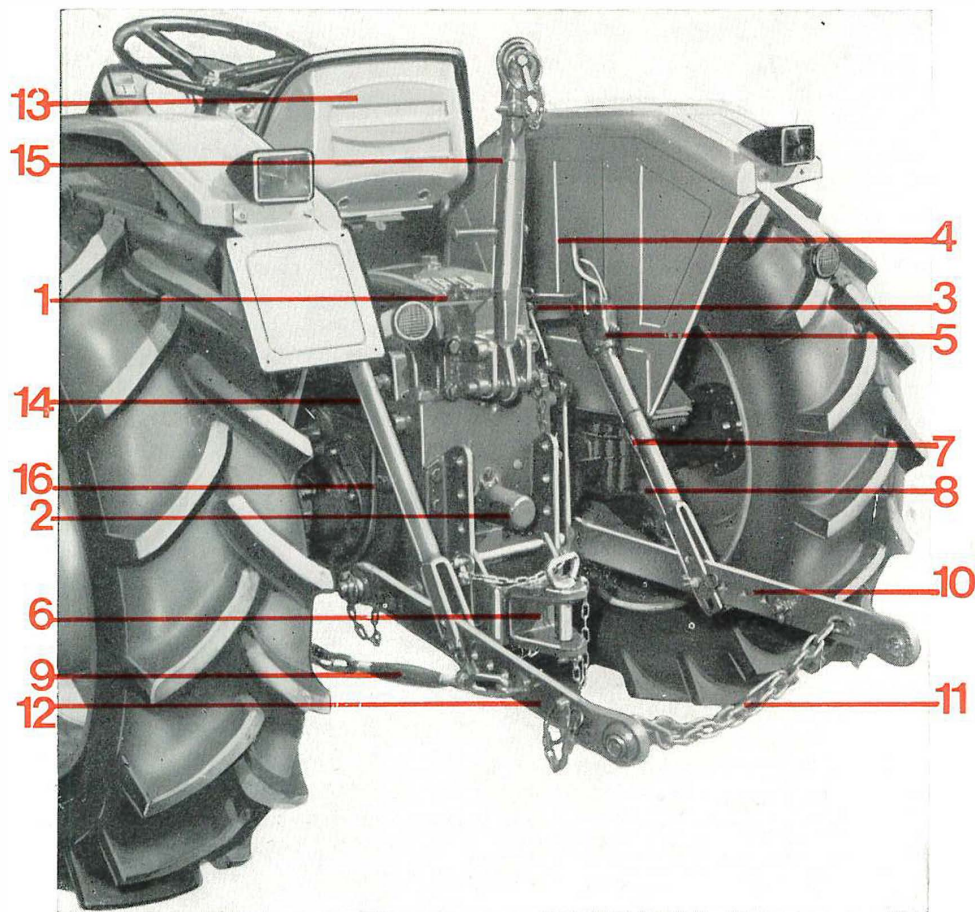

fig. 15
- 7 vérifier le niveau d'huile de la boîte de vitesses-différentiel (16 fig. 15)